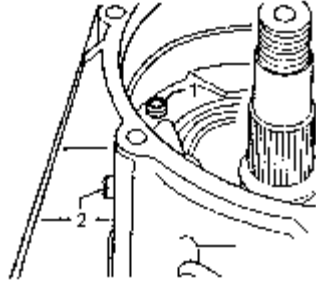

图 7-147 安装定位弹簧的螺栓
(4) 装入定位弹簧的螺栓。将螺栓拧入约 3 圈, 先拧紧螺栓 2 至 10N·m。然后拧紧螺栓 1 至 10N·m。如图 7-147 所示。